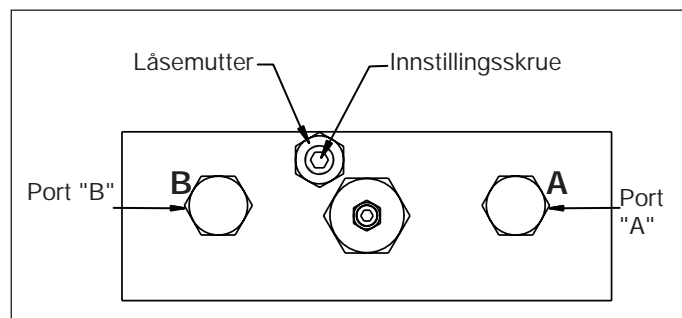

Fig. 11, Justeringsdetaljer, tilbaketrekkingssidens trykkreguleringsventil
3. For å gjøre det mulig å justere, løsner du låsemutteren på innstillingsskruen på tilbaketrekkingssidens trykkreguleringsventil (se fig. 11).